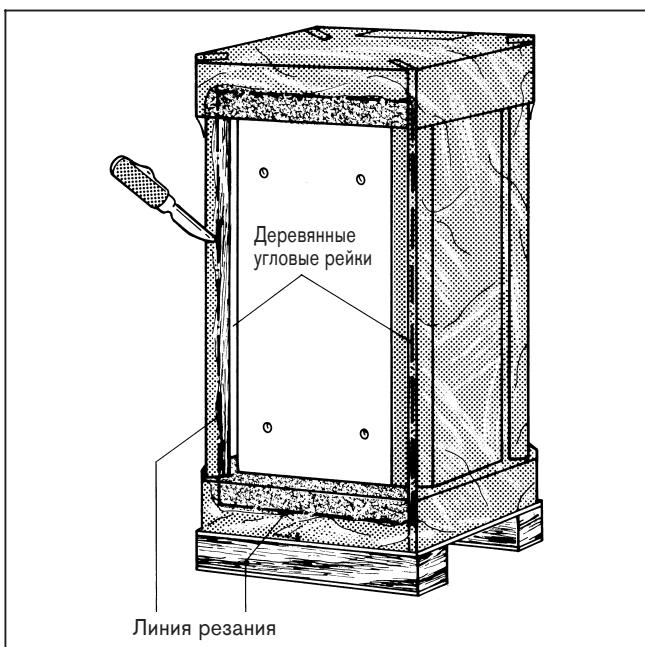

Рис. 16
- Вырезать упаковочную фольгу на стороне, напротив наклейки с надписью "Крепление котла-бойлера", соответственно рис.16, и **удалить только вырезанную часть**.